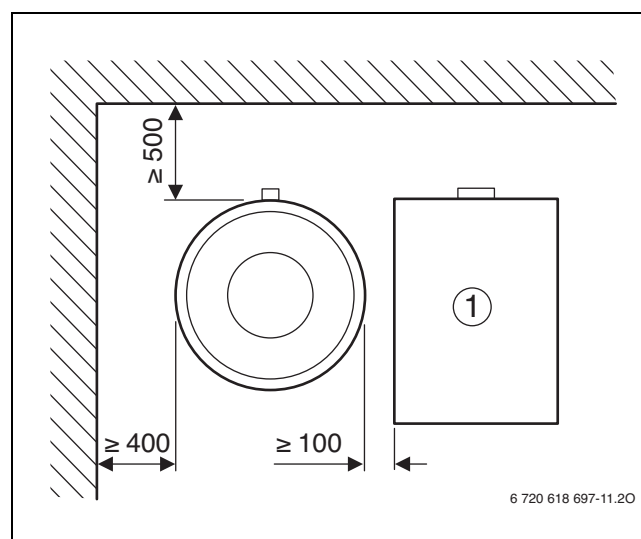

Fig. 4 Distances minimales par rapport aux murs (en mm)
- ▶ Dans le local d'installation, respecter les distances et la hauteur minimales par rapport aux murs. (→ tabl. 2, page 6 et fig. 4, page 7).